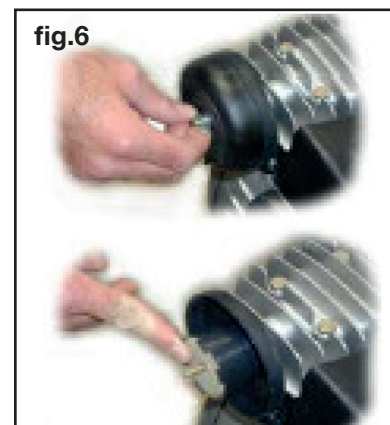

fig.6
- Nettoyer le filtre d'air. **(voir fig.6)**